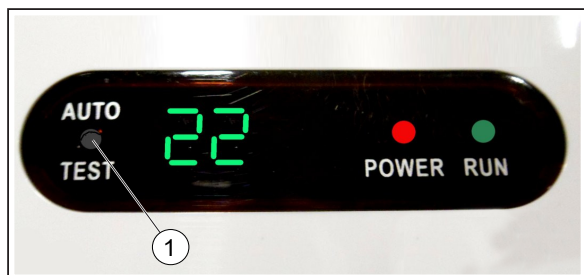

Fig. 17
In geval van verlies van de afstandsbediening of indien de afstandsbediening niet functioneert kunt u de airconditioner gebruiken door de "Reset" knop die verborgen is in het gat ("Fig. 17" ref. 1) tussen de aanduidingen "AUTO" en "TEST" met een puntig voorwerp in te drukken.